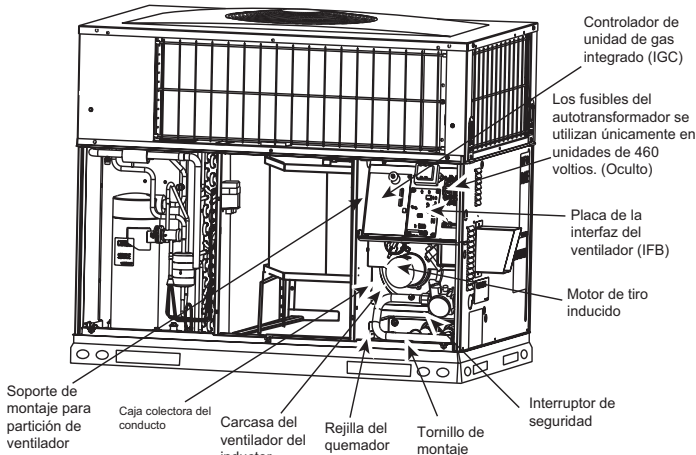
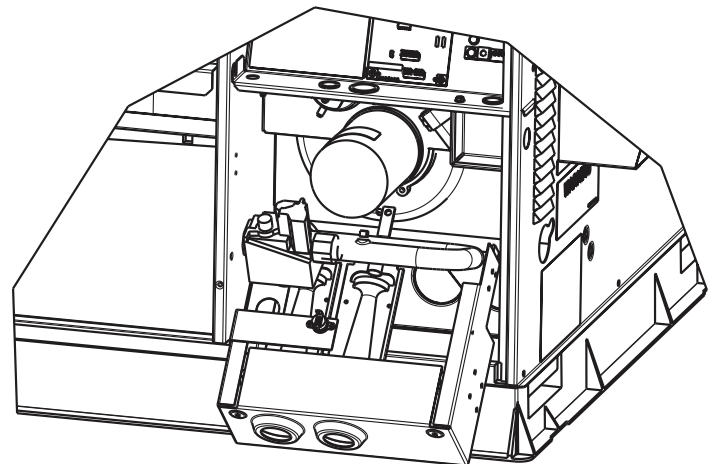

Fig. 17 – Carcasa del soplador y caja colectora del conducto
Fig. 20 – Bastidor del quemador extraído
3. Deslice el conjunto fuera de la unidad. (Consulte la Fig. 20). Limpie la rueda del soplador. Si se requiere una limpieza adicional, continúe con los pasos 4 y 5.
2. Quite los 11 tornillos que sujetan la cubierta de la caja colectora del conducto (consulte la Fig. 17) al conjunto del intercambiador de calor. Inspeccione los intercambiadores de calor.
La unidad está equipada con un sistema de encendido por chispa directa con 100 % de bloqueo. El módulo de encendido (IGC) está ubicado en la caja de control (consulte la Fig. 17). El módulo contiene un LED de autodiagnóstico. Durante el mantenimiento, consulte el diagrama de etiquetas o la Tabla 6 de estas instrucciones para la interpretación del LED.
5. Quite el soporte de montaje de la partición del ventilador (2 tornillos ubicados en el lado izquierdo del compartimiento de control en el panel de la partición del ventilador). Deslice el soporte hacia delante, primero la parte inferior, para quitarlo. (Consulte la Fig. 17).
7. Quite el tornillo de montaje que fija el bastidor del quemador a la base de la unidad (consulte la Fig. 17).
8. Deslice parcialmente el bastidor del quemador hacia afuera de la unidad (consulte la Fig. 17 y la Fig. 20). Quite el encendedor y los cables del sensor del conjunto del quemador. Quite los cables del interruptor de seguridad.
9. Deslice el bastidor del quemador hacia afuera de la unidad (consulte la Fig. 17 y la Fig. 20).